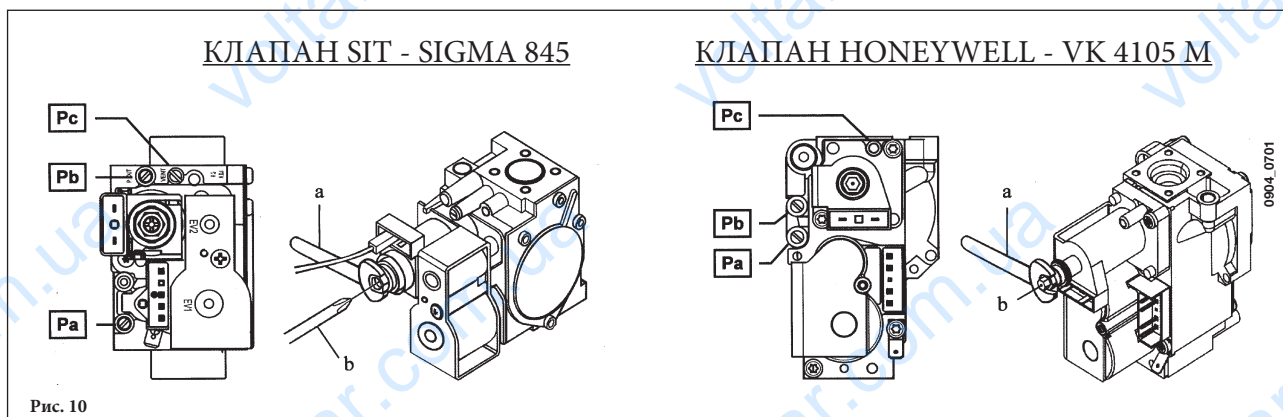

Рис. 10
- Открутить винт на штуцере (P_b, рис. 10) и присоединить к штуцере (P_b) манометр.
- Проверить динамическое входное давление газа (штуцер P_b, рис. 10). Номинальные давления: **20 мбар** для природного газа, **37 мбар** для пропана.
- Открутить винт на штуцере P_a (рис. 10) и присоединить к штуцере P_a манометр.